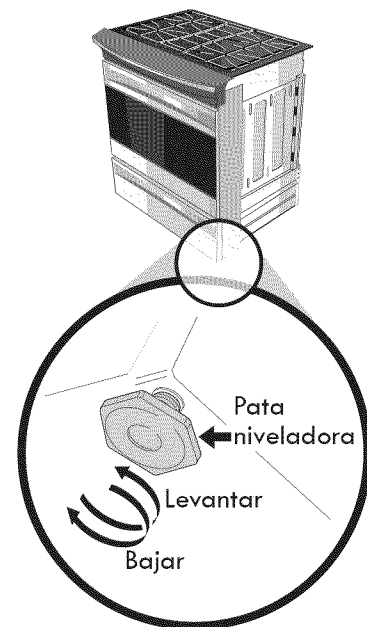

Figura 20
4. Nivele la estufa si es necesario ajustando las cuatro patas niveladoras con una llave (Ver la Figura 20 abajo). Se requiere un espacio libre mínimo de 1/8" (0.8 cm) entre la parte inferior de la estufa y los niveladores de las patas traseras para dejar espacio para los soportes antivuelco.